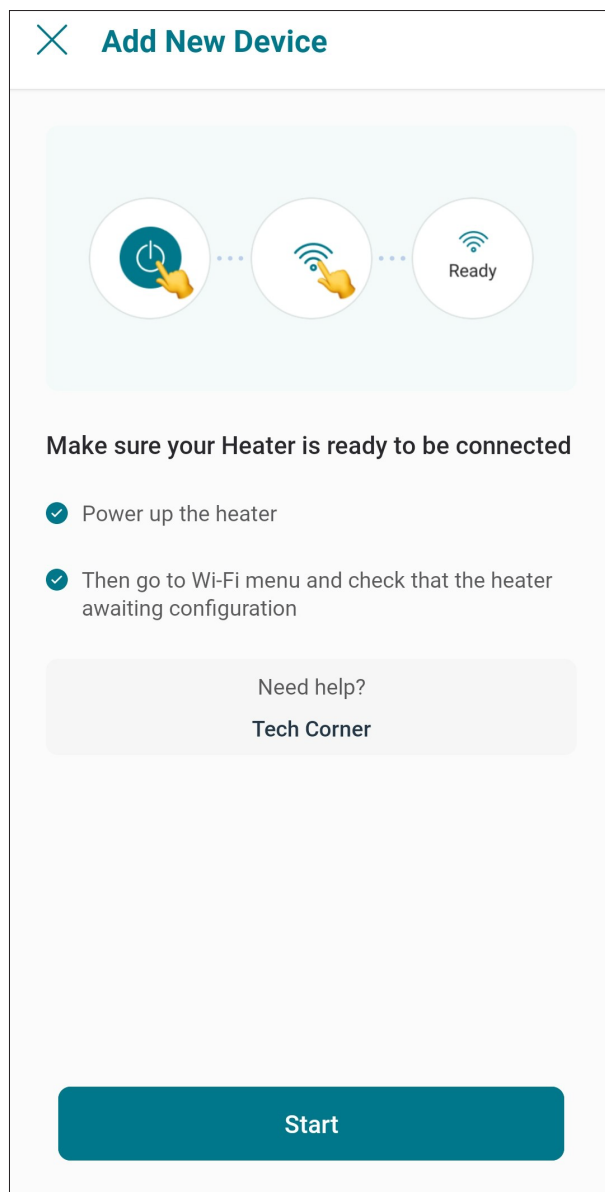

Figure 115. Vérification des préalables
4. L'écran "Check your Device" s'affiche. Assurez-vous que l'appareil est sous tension et que le signal Wi-Fi est présent, puis appuyez sur le bouton "Ready", voir **Figure 115**.